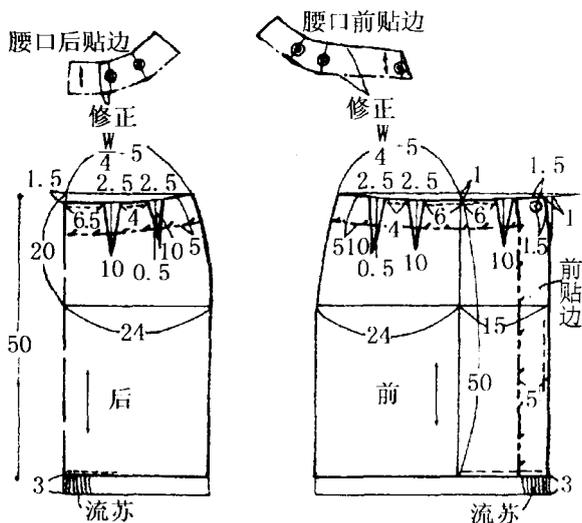

图 1-1
1. 此裙的前后裙片、前贴边及腰口前后贴边的制图方法见图 1-1。